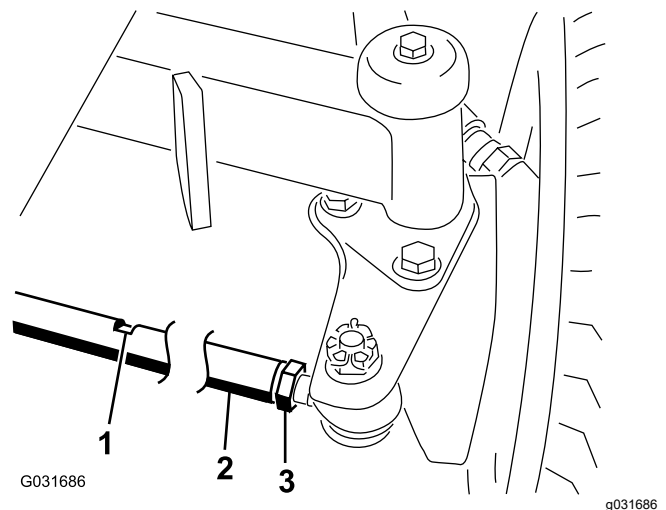

Figure 92
2. Desserrez l'écrou de blocage à chaque extrémité de la biellette (Figure 92).